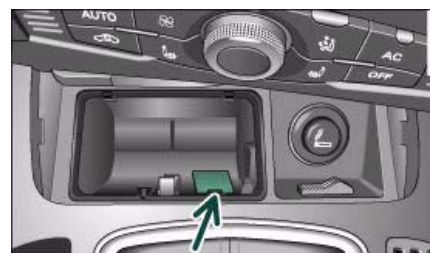

Fig. 151 Desbloqueo de emergencia de la palanca selectora
- Desprenda y retire la caperuza pequeña del alojamiento del cenicero ⇒ fig. 151. ▶